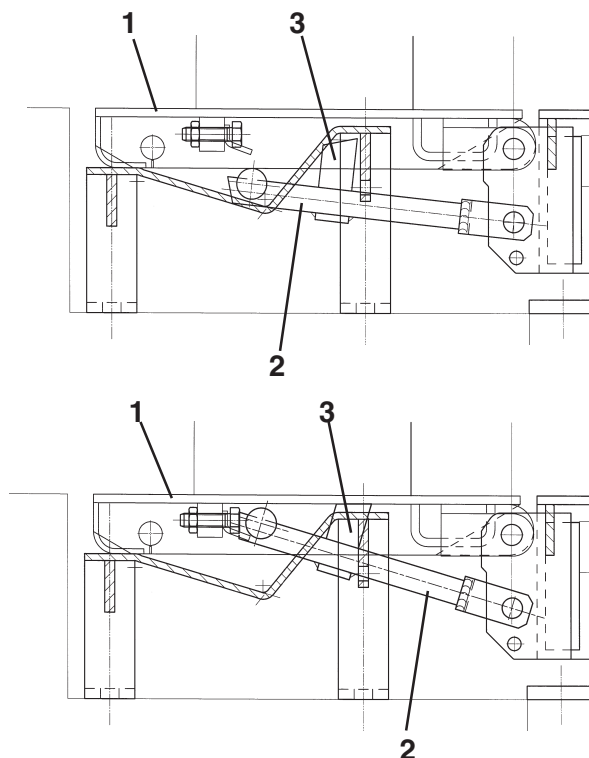

Fig. 24
N.B.: Quando si sollevano veicoli usando i tamponi in gomma posti sulle rampe 1 (Fig.24) occorre assicurarsi che il supporto rampa 2 sia inserito. Per sapere questo osservare la banderuola 3: se è a filo pavimento si può sollevare con i tamponi sulle rampe, altrimenti occorre agganciare il supporto alla rampa stessa.
N.B.: When vehicles are lifted using rubber buffers placed on the ramps 1 (Fig.24), check that the ramp support 2 is fitted. To check this, look at the flap 3: if it is on a level with the floor, you may lift with the buffers on the ramps, otherwise the support should be hooked to the ramp itself.
N.B.: Cuando se levantan vehículos usando los tampones de goma ubicados en las rampas 1 (Fig.24) es necesario asegurarse que el soporte rampa (2) esté insertado. Para saber esto se debe observar la banderola 3: si está a nivel del piso se puede levantar con los tampones en las rampas, de lo contrario se
Anmerkung: Werden Fahrzeuge mit den Rampengummiaufnahmen 1 (Abb.24) angehoben sicherstellen, dass die Rampenhalterung 2 eingesetzt ist.
Remarque: pour soulever des véhicules en utilisant les tampons en caoutchouc situés sur les rampes 1 (Fig.24), s'assurer d'avoir introduit le support de la rampe 2. Ce contrôle est facilité par l'observation de la banderole 3: si elle est en droite ligne avec le sol, le levage avec les tampons des rampes est possible. Dans le cas contraire, il faut enclencher le support à la rampe.